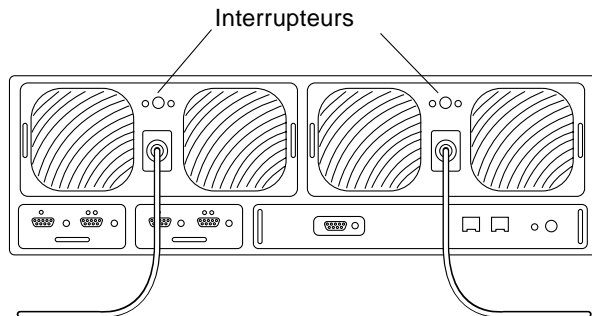

FIGURE 6-9 Emplacement des interrupteurs
3. Appuyez une fois sur le bouton de chaque unité d'alimentation et de refroidissement pour l'éteindre (FIGURE 6-9).